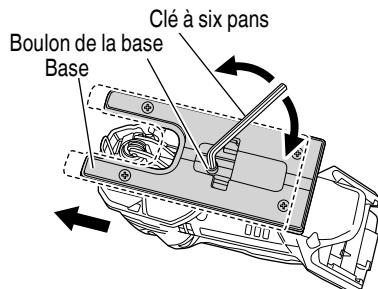

Fig. 21
- (1) Desserrer le boulon de la base avec la clé à six pans fixée à la base. (Fig. 21)
- (2) Déplacer la base à fond vers l'avant, puis resserrer le boulon de la base. (Fig. 21)
(2) Déplacer la base à fond vers l'avant, puis resserrer le boulon de la base. (Fig. 21)
- (3) Régler la position orbitale sur "0".
- (3) Resserrer le boulon de la base. (Fig. 21)
- (4) Régler la position orbitale sur "0" - "III".